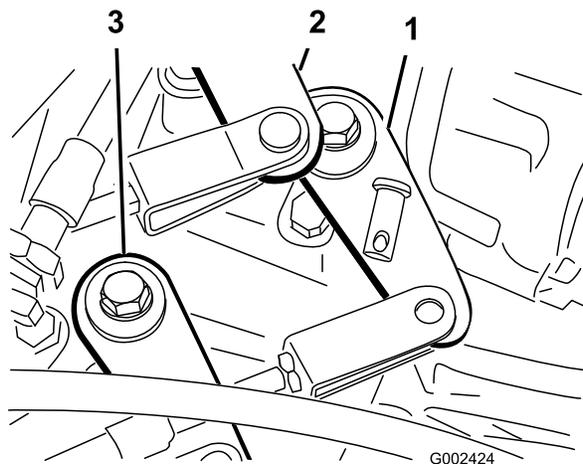

Figura 50
2. Desmonte os passadores que fixam os cabos aos braços de comando da transmissão (Figura 50).